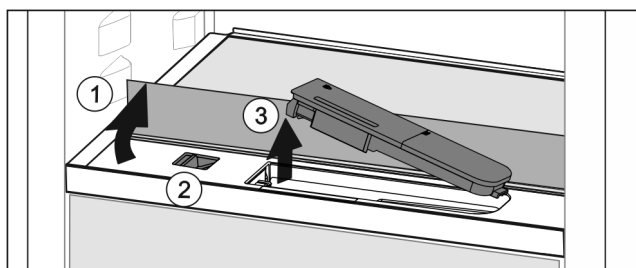

Fig. 45
- ▶ Поднять стеклянную панель и откинуть до упора назад (Fig. 45 (1)).
- ▶ Сдвиньте ползунок Fig. 45 (2) влево.
- ▶ Вынуть бак для воды Fig. 45 (3).